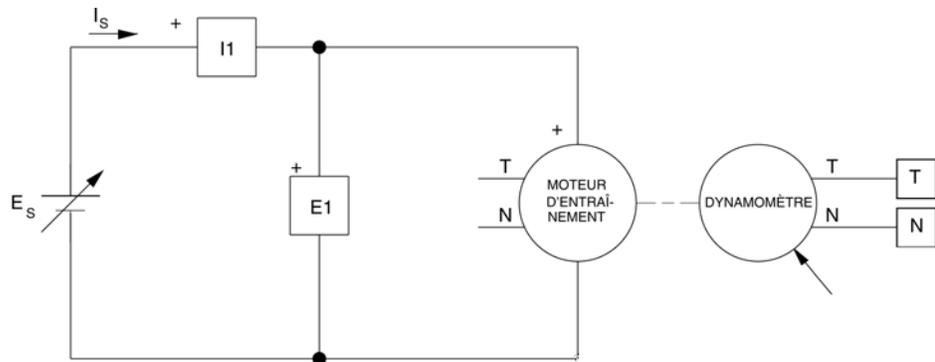

Figure 1-15. Montage servant à mesurer la puissance, les pertes et le rendement du moteur d'entraînement.
Dans la première partie de cette expérience, vous allez monter l'équipement dans le Poste de travail, le raccorder comme à la figure 1-15 et effectuer les réglages appropriés sur les deux modules Moteur d'entraînement / Dynamomètre.
- 5. Raccordez les modules comme à la figure 1-15.